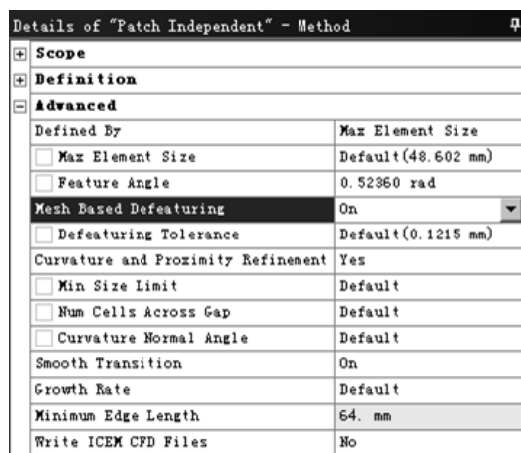

图 5.1.4 “Details of ‘Patch Independent’ -Method”对话框
(2) 独立分片算法 (Patch Independent)。该方法基于 ICEM CFD Tetra 四面体或棱柱的 Octree 方法，先生成体网格，然后映射到点、边和面创建表面网格。可以对 CAD 模型的长边等进行修补，更适合对质量差的 CAD 模型划分网格。
- ◆ 选用独立分片算法的方法：主要操作与协调分片算法一样，另外，在图 5.1.4 所示的“Details of ‘Patch Independent’ -Method”对话框中的 **Advanced** 区域还有清除